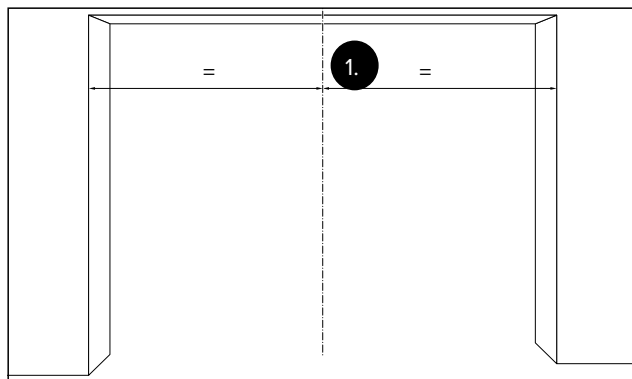

Рис. 6 Разметка центра дверного проема
1. Отметьте центр дверного проема на стене (рис. 6).